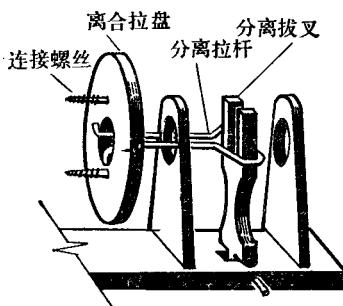

图 7 分离拉杆与分离拨叉的安装
(1) 将压盘放进离合器罩里,使罩上的两个压盘导架嵌入压盘上的两个滑槽内。然后,将离合器罩钉在飞轮上,再用两个长木螺丝,通过离合器罩上的两个小孔,把离合拉盘和压盘连在一起。
(2) 将主动轴从支架左端穿入后,装上摇把和飞轮。
(3) 用一段铁丝作轴,将离合拨叉安装在底板上,将分离拉杆穿过支架和离合拉盘后,向外弯曲 90°,勾住拉盘。其右端套在分离拨叉上,见图 7。